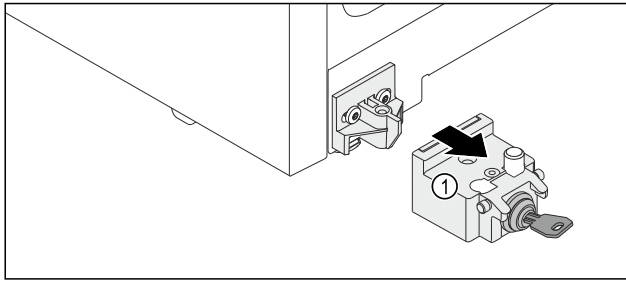

Fig. 11
- Sluiting Fig. 11 (1) naar voren toe wegnemen.